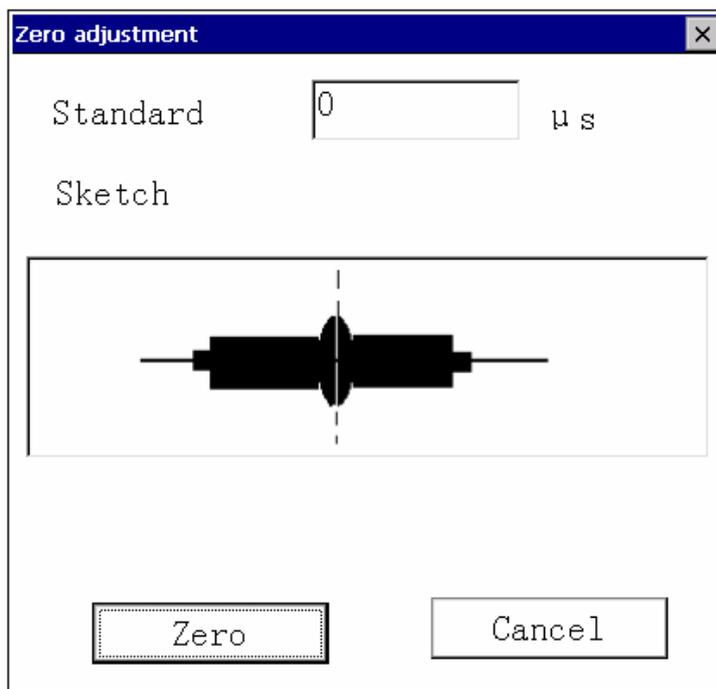

Figura 3.7 Finestra di dialogo per zeroset
1) Premere il pulsante **Zero** nell'interfaccia parametri, immettere il tempo acustico standard nella finestra di dialogo a comparsa come mostrato in Figura 3.7 (se usi l'asta standard per zeroset, immettere il valore di tempo acustico standard dell'asta; se usi il trasduttore di accoppiamento inserisci 0 in Standard).